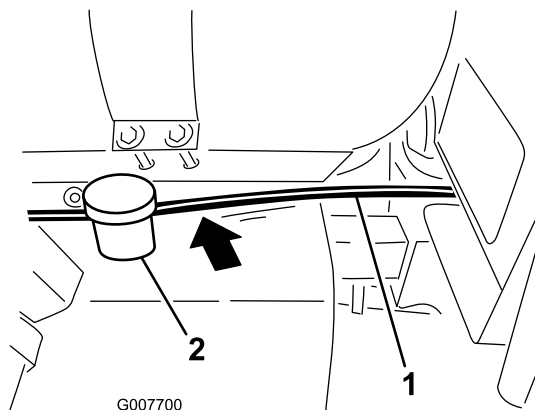

Figura 6
1. Encaminhe os tubos de densidade de espuma de 4,9 m para a frente do depósito e suporte do compressor (localizado por baixo do depósito de produtos químicos e por detrás do depósito de combustível) juntamente com o canal da estrutura da máquina e na direção da área sob a caixa do banco (Figura 6).